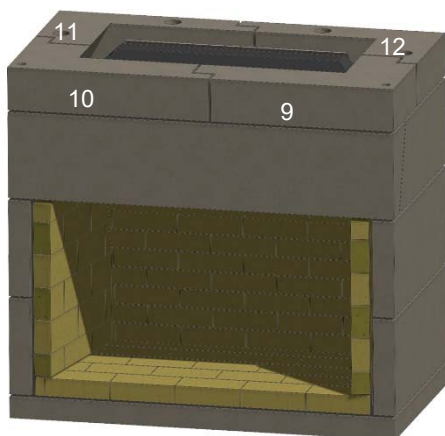

Figure 13. Niveau inférieur de la gorge
I. Installez le premier anneau complet de quatre éléments de gorge à emboîtement (articles 9, 10, 11 et 12). Vérifiez à l'aide d'un niveau. Voir la figure 13.